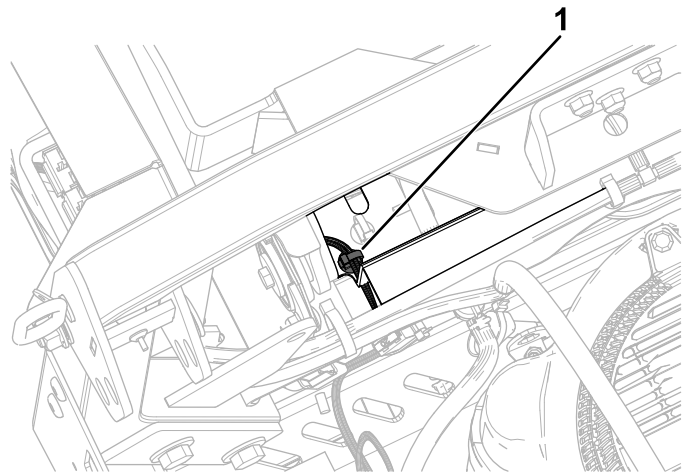

Figura 14
3. Instale o segundo fixador de pressão no suporte do depósito de combustível traseiro (Figura 14).